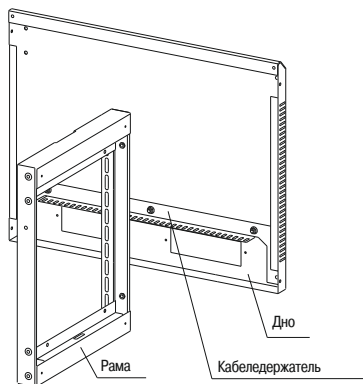
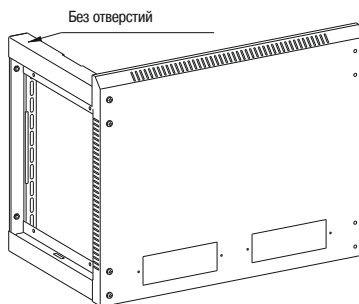

Рисунок 1
Рисунок 2
1.2 Установите на дно кабеледержатель и закрепите его гайками с фланцем. Вставьте раму правую в дно (рисунок 1) и закрепите четырьмя винтами М6×16 (рисунок 2).